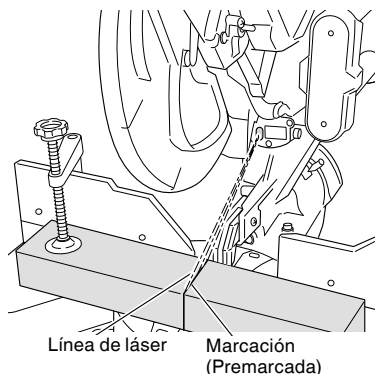

Fig. 21
- (3) Tras ajustar la posición de la línea de láser, trace sobre la pieza de trabajo una línea de tinta en ángulo recto y alinee la línea de tinta con la línea de láser. Cuando alinee la línea de tinta, deslice gradualmente la pieza de trabajo y asegúrela con el tornillo de carpintero en la posición en que la línea de láser coincida con la línea de tinta. Trabaje de nuevo en el ranurado y verifique la posición de la línea de láser. Si desea cambiar la posición de la línea de láser, vuelva a realizar los ajustes desde los pasos (1) a (3).
**NOTA:** Compruebe sobre una base periódica que la posición de la línea de láser sea la correcta. Con respecto al método de verificación, trace una línea de tinta en ángulo recto sobre una pieza de trabajo de aproximadamente 25/32" (20 mm) de alto y 5-29/32" (150 mm) de ancho, y compruebe que la línea de láser coincide con la línea de tinta. [La desviación entre la línea de tinta y la línea de láser debe ser inferior al ancho de la línea de tinta (0.5 mm)]. (Fig. 21)